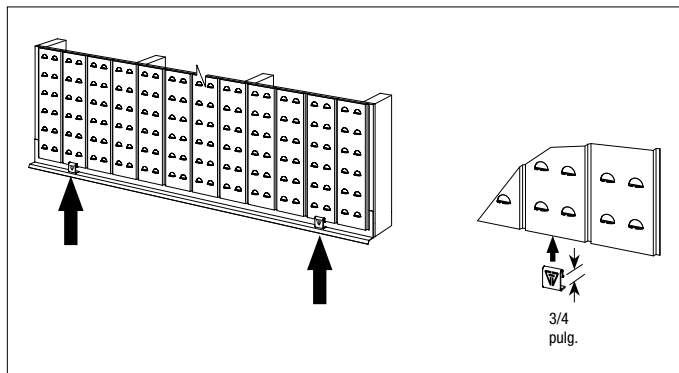

FIGURA 4
- Para las aplicaciones *Elite*, deslice los separadores Thin Tech con el logotipo "GG" hacia arriba y hacia adelante, completamente en el borde inferior de los primeros paneles de fila (más bajos) y coloque los paneles con el espaciador apoyado en la base horizontal del ángulo de inicio y los bordes verticales alineado sobre los montantes, vea la Figura 4. (Si no se utilizan separadores Thin Tech, coloque los paneles de modo que sus bordes inferiores estén a 3/4 pulg. por encima de la base horizontal del ángulo de inicio y sus bordes verticales se alineen sobre los montantes).